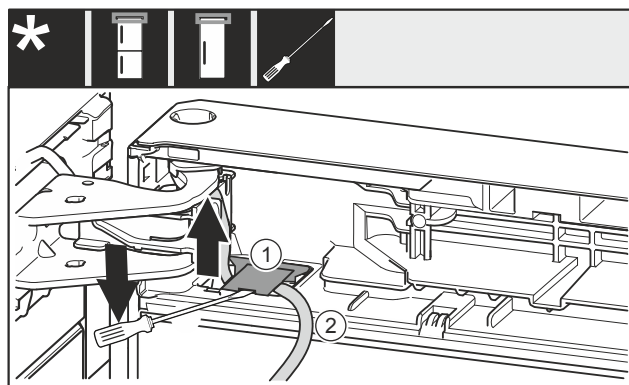

Fig. 23
► Emelje meg a fedelet lapos csavarhúzóval Fig. 23 (1), és húzza ki.
► Húzza ki a kábelt Fig. 23 (2).